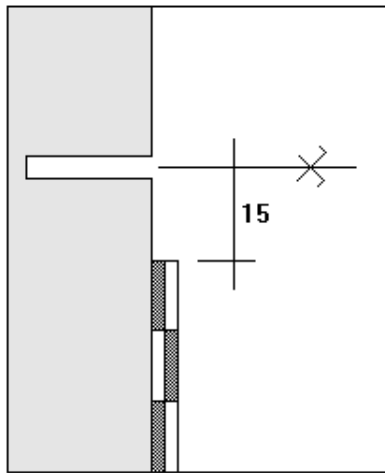

Fig.1
- Tracer un trait au cordeau sur le mur, à 15 mm au dessus du niveau d'arrêt du relevé d'étanchéité, pour repérer l'emplacement des trous de fixation (Fig. 1)
- Draw a line with a string 15 mm above the top of the waterproof system to mark out the location of the fixing holes (Fig. 1)